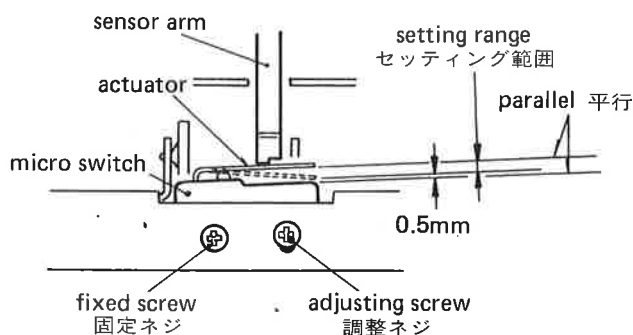

Fig. 4-1
3. Adjust mounting position of the two micro switches, cassette-in switch (S581) and record safety switch (S582) (for switch location, refer to fig. 3-3), so that the actuator position is in the setting range shown by fig. 4-1.
3. カセットイン・スイッチ (S581)、録音防止スイッチ (S582) 共 (両スイッチ取付箇所は図3-3を参照)、アクチエータ位置が図4-1のセッティング範囲内になるようにスイッチ取付位置を調整する。